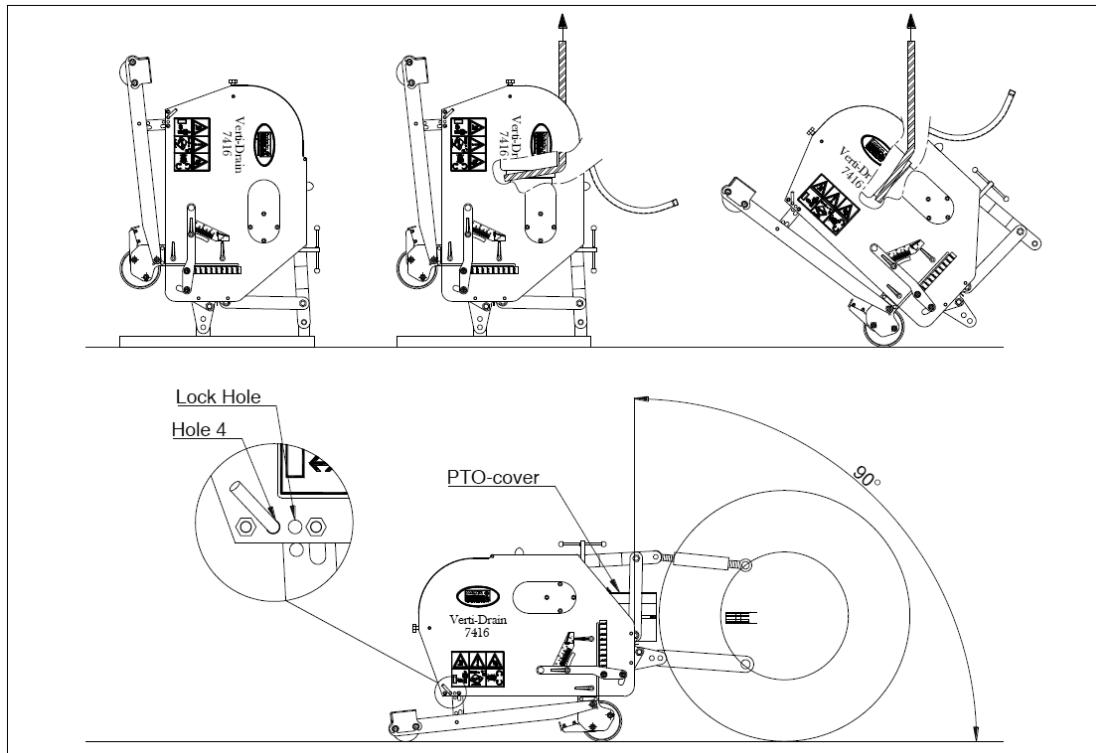

Fig:1
De machine staat verticaal op de pallet. Om de pallet te verwijderen en de machine horizontaal op de grond te krijgen, handel als volgt (zie fig. 1):
- @ Op 90 graden gaan de pennen alleen loodrecht in de grond als de machine correct is geïnstalleerd, zie fig. 1. Als dit niet correct is kan een kracht F, zie fig. 5, ontstaan, die de machine beschadigt.
- @ Als de VERTI-DRAIN niet correct is gemonteerd achter de tractor, zie fig.1, kunnen verschillende aftakas hoeken trillingen veroorzaken in de aandrijflijn van de machine. Deze trillingen kunnen de machine en de gaten in de grond beschadigen.